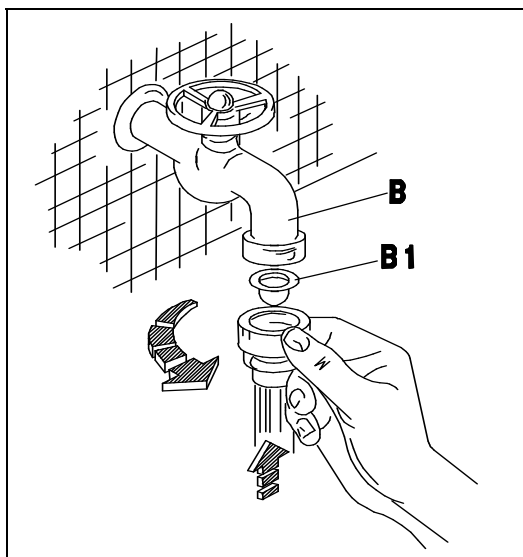
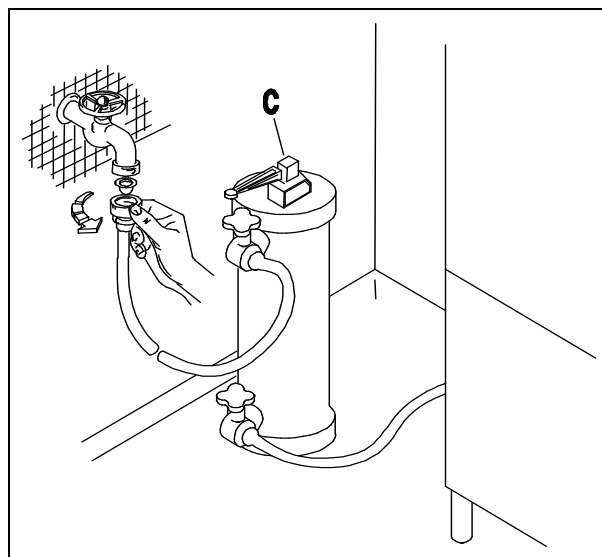
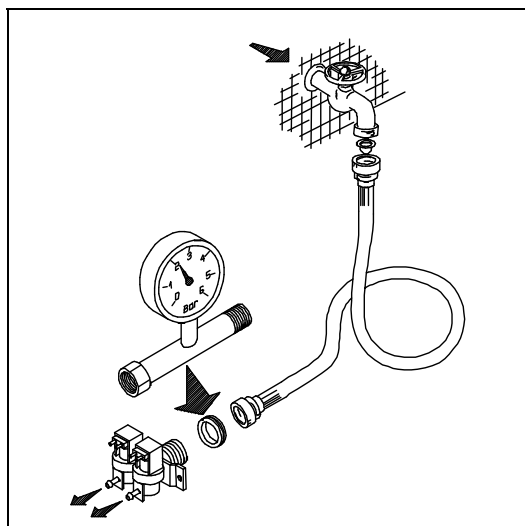
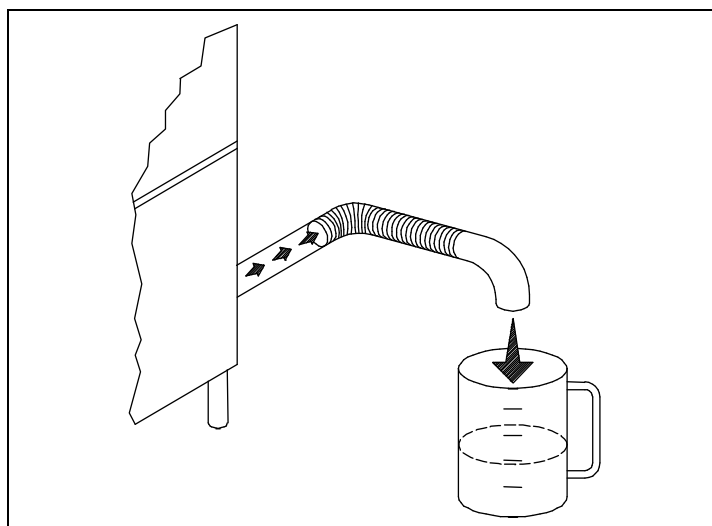

Fig. 2-2
Fig. 2-3
Fig. 2-4
Fig. 2-5
- L'apparecchio è previsto per l'allacciamento all'acqua fredda o calda (max 50 ÷ 55°C), con una pressione a valvola aperta come indicato nella Tab2-1. Il controllo della pressione deve essere effettuato all'ingresso dell'elettrovalvola (ved. fig.2-4). La condotta dell'acqua deve avere un diametro interno di almeno 16/18 mm (ved.fig.2-5). Collegare il tubo di carico acqua dell'apparecchio ad un rubinetto d'intercettazione (B), posto preferibilmente nelle immediate vicinanze dell'apparecchio, interponendo l'apposito filtro in dotazione (B1) (ved. fig.2-2). Si consiglia l'installazione di un decalcificatore (C) (non in dotazione), montato a monte dell' elettrovalvola della macchina (ved.fig.2-3).
- The appliance is designed for connection to the cold or hot water supply (max. 50 ÷ 55°C) at a mains pressure with the valve open as shown in Table 2-1. Pressure must be measured at the solenoid valve inlet (see fig. 2-4). The water pipes must have an internal diameter of at least 16/18 mm (see fig. 2-5). Connect the appliance water supply pipe to a cut-out tap (B), preferably placed close to the appliance, fitting the special filter provided (B1) (see fig. 2-2). We recommend fitting a water softener (C) (not provided) upstream from the machine solenoid valve (see fig.2-3).
- Das Gerät ist für den Anschluss an Warm-und Kaltwasser (max. 50÷55°C) vorgesehen, wobei der Druck bei offenem Ventil dem in Tab2-1. Die Druckkontrolle muss am Eingang des Elektroventils erfolgen (siehe Bild 2-4). Die Wasserleitung muss einen Innendurchmesser von mindestens 16/18 mm aufweisen (siehe Bild 2-5). Den Zulaufschlauch des Gerätes an einen möglichst nahegelegenen Wasserhahn (B) anschliessen und den vorgesehenen Filter (B1) anbringen (siehe Bild 2-2). Der Einbau eines Etkalkers (C) wird empfohlen; dieser gehört nicht zur Ausstattung und muss vor dem Elektroventil der Maschine eingebaut werden. (siehe Bild 2-3).
- L'appareil peut être raccordé à l'eau froide ou chaude (50÷55°C max) à une pression, soupape ouverte, comme indiqué dans le tableau 2-1. Le contrôle de la pression sera effectué à l'entrée de l'électrovanne (voir fig. 2-4). Les conduites d'eau auront un diamètre interne d'au moins 16/18 mm (voir fig. 2-5). Raccorder la conduite d'arrivée de l'eau de l'appareil à un robinet secondaire (B), installé si possible tout près de l'appareil, après avoir intercalé le filtre spécial fourni (B1) (voir fig. 2-2). Nous conseillons d'installer un adoucisseur (C) (non fourni) qui sera monté en amont de l'électrovanne de la machine (voir fig. 2-3).
- Este aparato se puede alimentar con agua caliente o fría (máx. 50 ÷ 55°C); la presión del agua con válvula abierta está indicada en la tabla 2-1; El control de la presión se debe efectuar en la entrada de la electroválvula (véase fig. 2-4). La tubería del agua debe tener un diámetro interior de 16-18 m. por lo menos (véase fig. 2-5). Conecte el tubo de alimentación del agua del aparato a un grifo de paso (B), que irá montado preferentemente muy cerca del aparato, tras interponer el filtro (B1) del equipamiento base (véase fig. 2-2). Es aconsejable instalar un descalcificador (C) (que no forma parte del equipamiento base). El descalcificador irá montado antes de la electroválvula de la máquina (véase fig. 2-3).
- O aparelho é predisposto para ser alimentado com água fria ou quente (máx 50-55°C), com uma pressão, com a válvula aberta, como indicado na Tab 2-1. O controle da pressão deve ser efetuado na entrada da electroválvula (ver figura 2-4). O tubo de água ou mangueira deve ter um diametro interno de pelo menos 16/18 mm (ver fig. 2-5). Conectar o tubo de alimentação de água do aparelho à uma torneira de fechamento manual (B), colocada de preferencia proxima ao aparelho, conectando o filtro em dotação (B1) (ver fig. 2-2). Aconselha-se a instalação de depurador (filtro) de águas duras (calcário) (C), o qual não é previsto no fornecimento da máquina, montado antes da entrada da electroválvula (ver fig. 2-3).